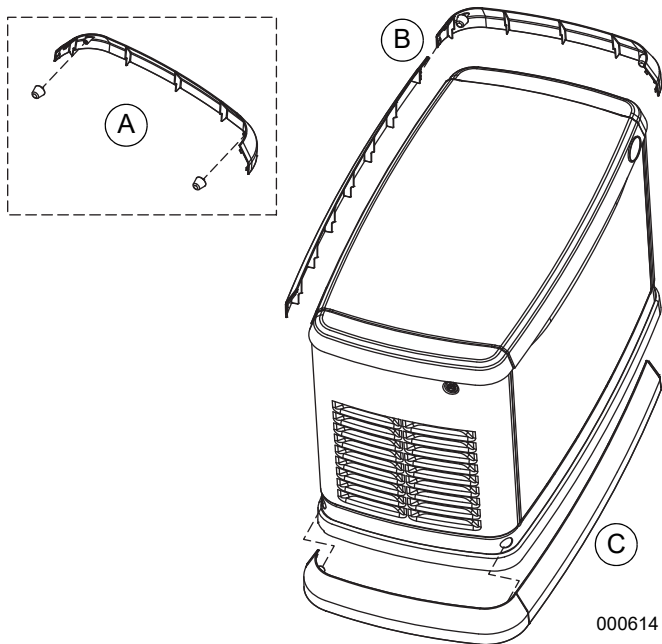

Figura 4-3. Instalação de fâscia
2. Consulte Figura 4-3. Remova os amortecedores de borracha do saco e enrosque-os em furos roscados localizados dentro das peças finais da fâscia (dois cada) opostos um ao outro (A).